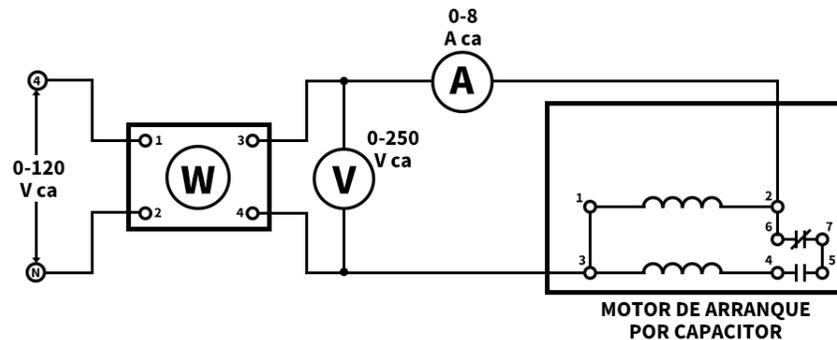

Figura 9-1
5. Conecte el circuito ilustrado en la Figura 9-1 usando los **Módulos EMS de motor de operación continua por capacitor, fuente de alimentación, vatímetro, electrodinómetro y medición de ca.**